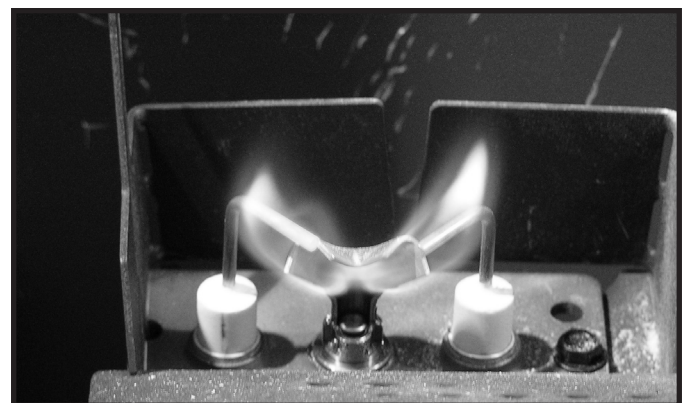

Figure 4.2. Comportement de la flamme de la veilleuse IPI
- Inspectez la qualité du comportement de la flamme de la veilleuse. Consultez la figure 4.2 pour le bon comportement de la flamme de la veilleuse. Nettoyez ou remplacez la tête d'injecteur à filetage mâle si nécessaire.